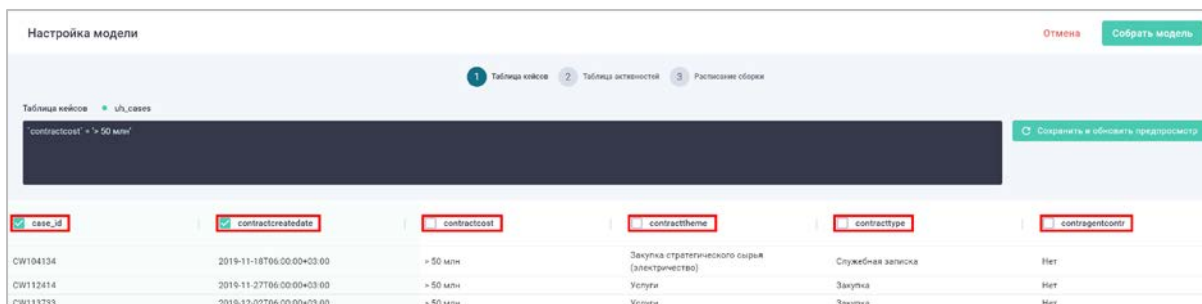

Рисунок 11. Выбор загружаемых атрибутов
2. Выбрать атрибуты, которые будут загружаться в модель, выбрав соответствующий флажок рядом с наименованием атрибута (Рисунок 11).